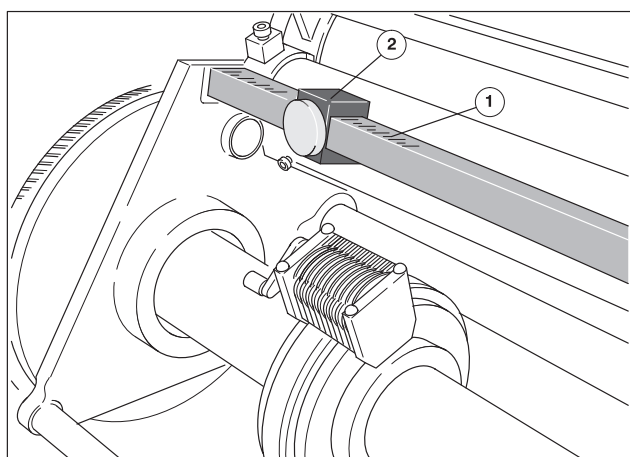

Рис. 3 Раздвижной калибр
Чтобы разместить посадочные кольца в соответствии с заданным положением, используйте раздвижной калибр (Рис. 3/②) и шкалу (Рис. 3/①).